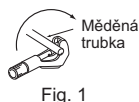

Fig. 1
- 1) Proveďte správné zaříznutí měděné trubky pomocí trubkořezy. (Fig. 1, 2)